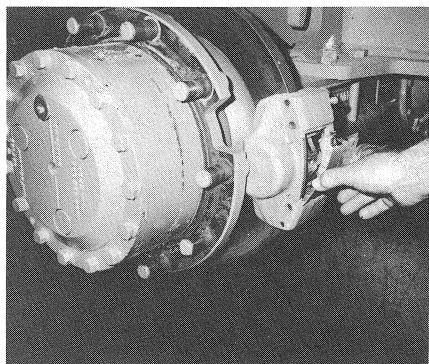

Bild 52
- (4) Haltefeder entnehmen (Bild 52) und unteren Haltestift mit Dorn austreiben.
- (4) Remove locking spring (Fig. 52) and expel lower locking pin by means of the drift.
- (4) Enlever la goupille d'arrêt (fig. 52) et chasser la goupille de fixation inférieure à l'aide d'un poinçon.